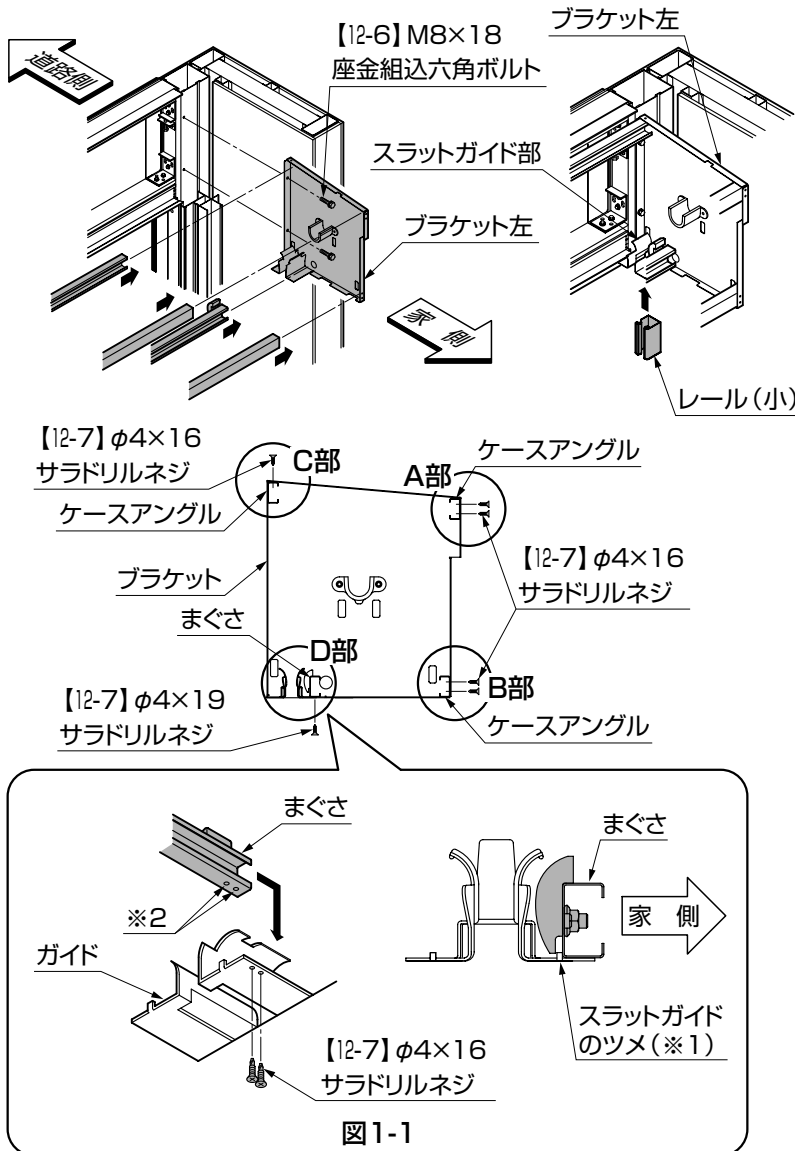

図1-1
③ブラケット左にケースアングルとまぐさをA部・B部・C部・D部の順で【12-7】で固定してください。(図1-1参照)